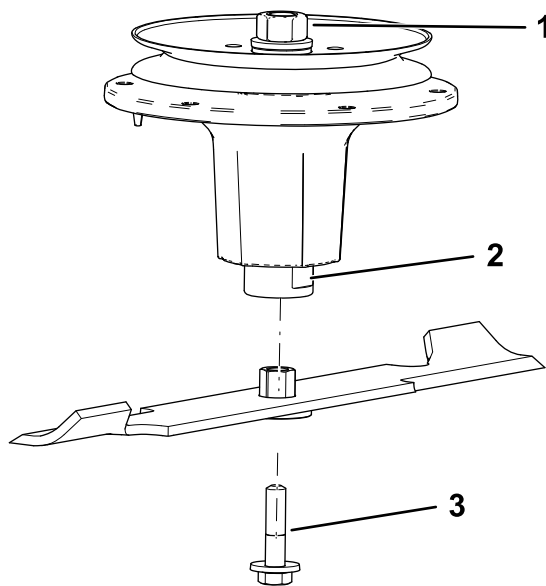

Figure 83
2. Installez l'ensemble douille/lame sur l'axe de pivot (Figure 83).